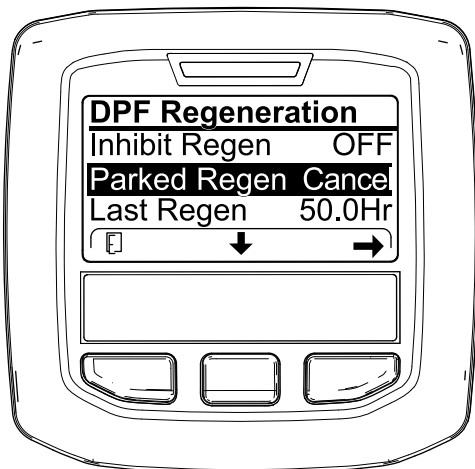
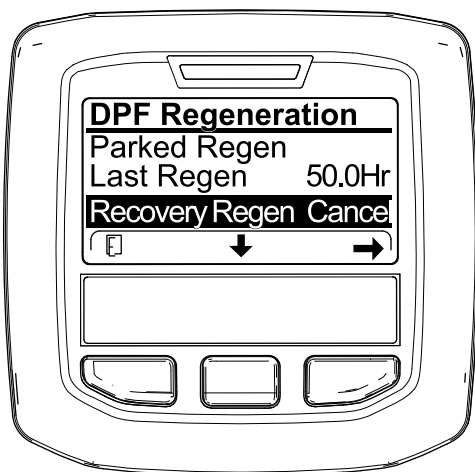

Рисунок 87
Рисунок 88
1. Перейдите к меню регенерации DPF (Рисунок 87).
2. Нажмите среднюю кнопку, чтобы перейти вниз к опции PARKED REGEN CANCEL (ОТМЕНА СТАЦИОНАРНОЙ РЕГЕНЕРАЦИИ) (Рисунок 87) или к опции RECOVERY REGEN CANCEL (ОТМЕНА ВОССТАНОВИТЕЛЬНОЙ РЕГЕНЕРАЦИИ) (Рисунок 88).
3. Нажмите правую кнопку для выбора опции Regen Cancel (Отмена регенерации) (Рисунок 87 или Рисунок 88).